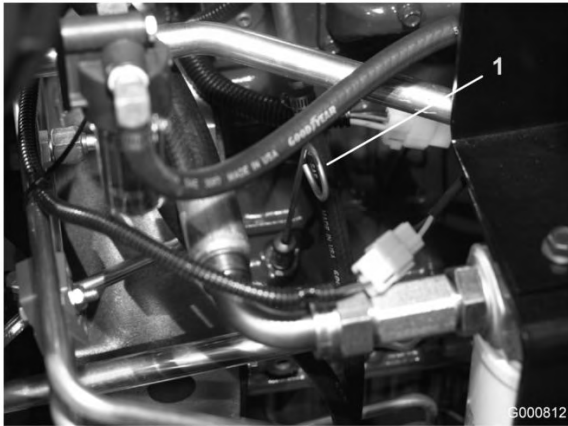

Figura 30
2. Togliete l'asta di livello (Figura 30), pulitela con un panno e reinsertela. Estraetela di nuovo e